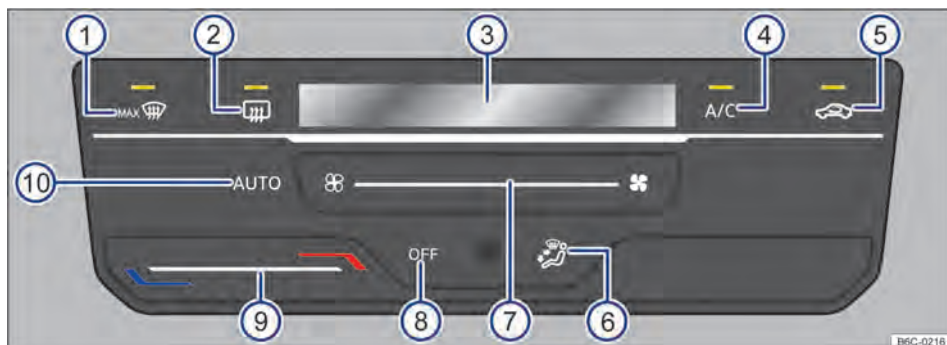
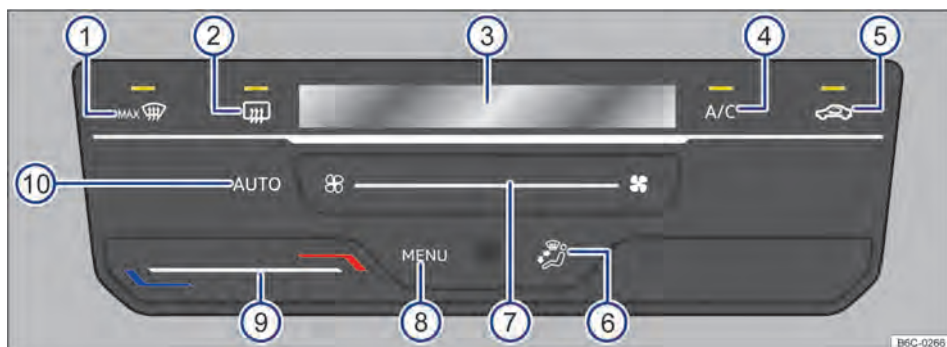

Fig. 80 Mandos del Climatronic (variación 1).
Fig. 81 Mandos del Climatronic (variación 2)
- Tocar el botón de función **OFF** / → fig. 80 ⑧
- **O** Deslizar el dedo hacia la izquierda bajo el botón de función → fig. 81 ⑦, después presionar la tecla de la extremidad izquierda.
Tocando la superficie funcional **AUTO** → fig. 80 ⑩ se puede encender el modo automático del Climatronic.
ción se cambia manualmente → fig. 80 o → fig. 81 ⑦ o cambiando la distribución del aire a través de la superficie de función → fig. 80 o → fig. 81 ⑥.
- Tocar el botón de función **A/C** → fig. 80 o → fig. 81 ④ para conectar y desconectar el funcionamiento de la refrigeración.
- Deslizar el dedo bajo el botón de función → fig. 80 o → fig. 81 ⑨.
En la pantalla del Climatronic → fig. 80 o → fig. 81 ③ se indica la temperatura ajustada. ▶
- Deslizar el dedo bajo el botón de función → fig. 80 → fig. 81 ⑦.
- Tocar el botón de función  → fig. 80 o → fig. 81 ⑤.
- Tocar el botón de función → fig. 80 o → fig. 81 ⑥ para la ubicación deseada, la distribución seleccionada se indicará en la pantalla ③.
- Tocar el botón de función  → fig. 80 o → fig. 81 ①.
- Tocar el botón de función  → fig. 80 o → fig. 81 ②.
Para vehículos con el VW Play, presionar **MENÚ** → fig. 81 ⑧, para abrir el menú del aire acondicionado en la radio.